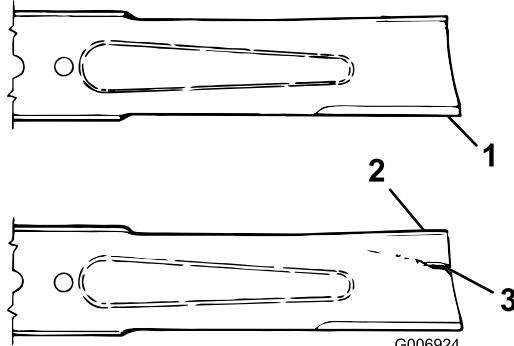

Bild 64
4. Wenn Sie Abnutzungen (Bild 64) feststellen, sollten Sie das Messer auswechseln, siehe Warten des Messerniveaus \(Seite 52\)